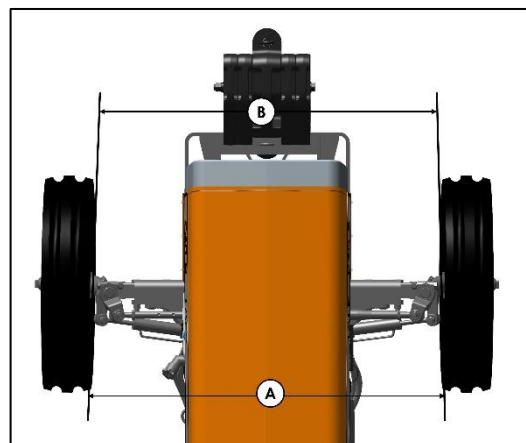

Fig. 302 – VOORSTE SPOORBREEDTE 2WD
2. Controle van het toespoor: volgens de illustratie moet afstand A in Fig. 302 0,059–0,177 inch (1,5–4,55 mm) groter zijn dan afstand B in Fig. 302, gemeten op de hartlijn van de as ter hoogte van de velgrand.